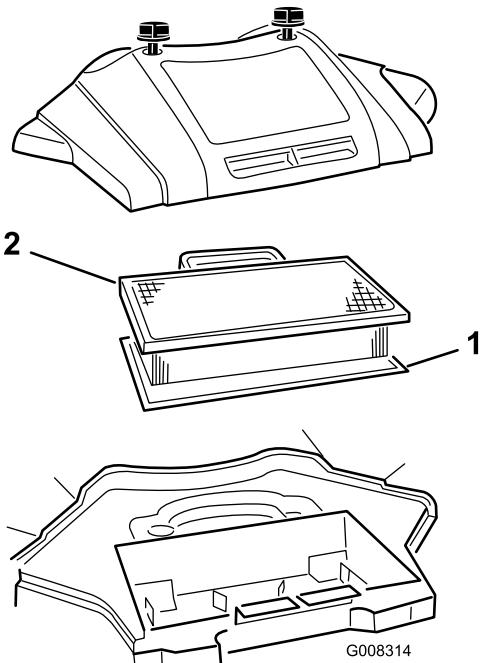

Figura 21
- Retire el filtro de papel y el de gomaespuma. (Figura 21)
- Instale la cubierta del limpiador de aire y los pomos (Figura 21).